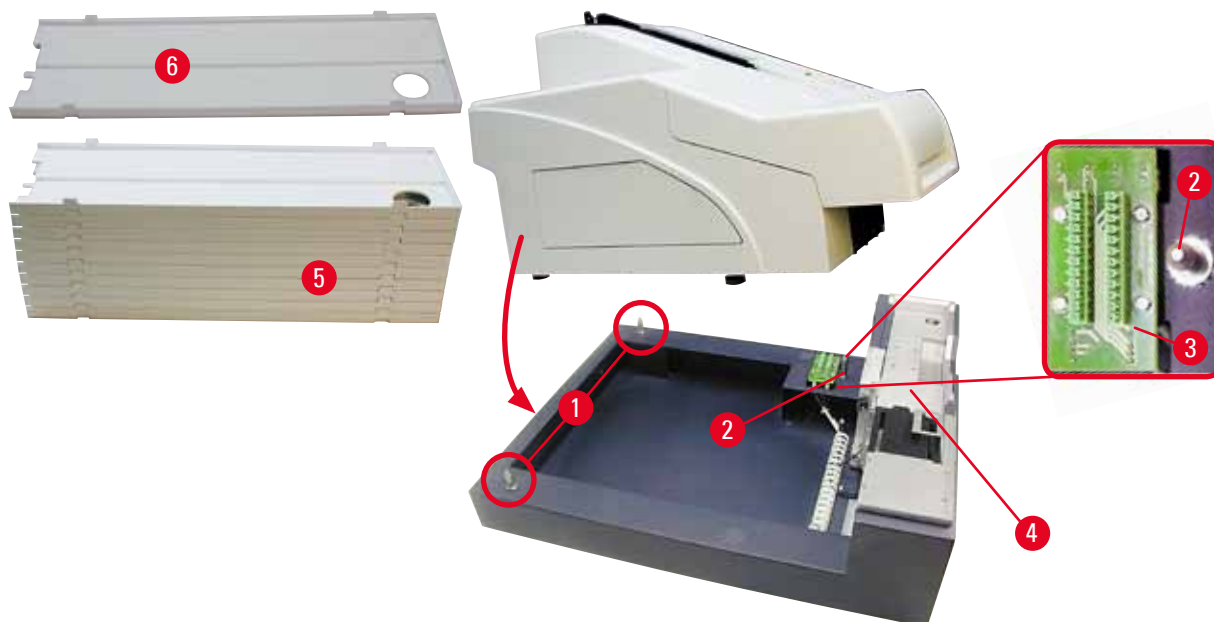

Fig. 12
3. Tenere la stampante per entrambi i lati (a destra e a sinistra) e posarla in modo che i due bulloni posteriori (→ "Fig. 12-1") si inseriscano nella piastra base, come illustrato in (→ "Fig. 12").